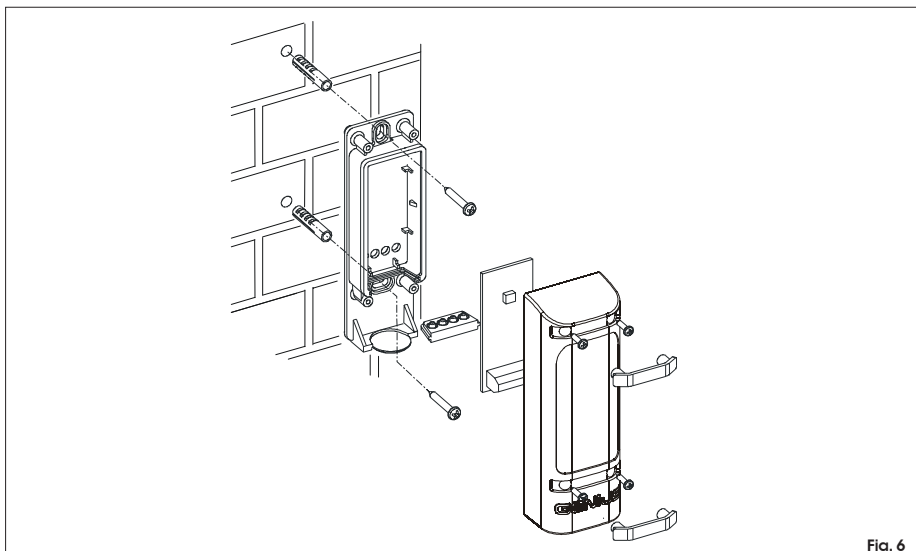

Fig. 6
- Assemblare la Vega mediante i particolari a corredo (fig.6).
- Assemble Vega using the components supplied (fig.6).